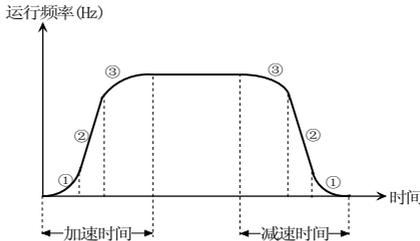

图 5-1-6 S 曲线加减速
S曲线起始段时间如图 5-1-6 中①所示，这里输出频率变化的斜率从 0 逐渐递增。
S曲线上段段时间如图 5-1-6 中②所示，这里输出频率变化的斜率恒定。
S 曲线结束段时间如图 5-1-6 中③所示，这里输出频率变化的斜率逐渐递减到 0。